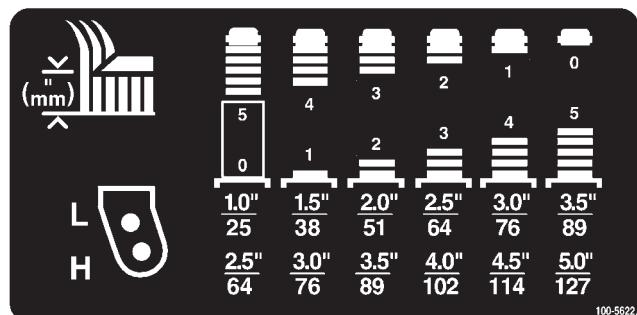

Figura 11
2. Montate i distanziali sul perno della ruota orientabile per ottenere l'altezza di taglio opportuna; fate riferimento alla figura 11 per stabilire la combinazione di distanziali per la regolazione. Montate una rondella di spinta sul perno e spingete il perno della ruota orientabile attraverso il braccio della ruota stessa. Montate un'altra rondella di spinta e gli altri distanziali sul perno, quindi il cappuccio di tensione per fissare il gruppo (Fig. 5).
2. Disponete gli assali delle ruote orientabili negli stessi fori di entrambe le forcelle delle ruote orientabili. Consultate la figura 11 per individuare i fori corretti per la regolazione.
Consultate la figura 11 per individuare le combinazioni di distanziali per la regolazione.